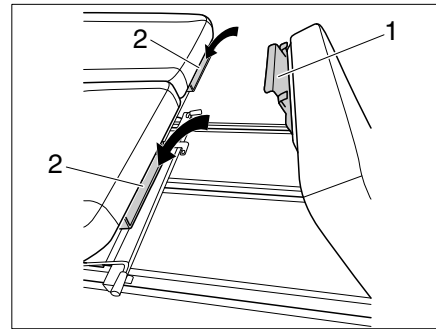

Bild 4 Bettverlängerung einhängen
- Laschen (Bild 4,1) der Bettverlängerung in die Bügel (Bild 4,2) unter der Sitzbank einhängen.